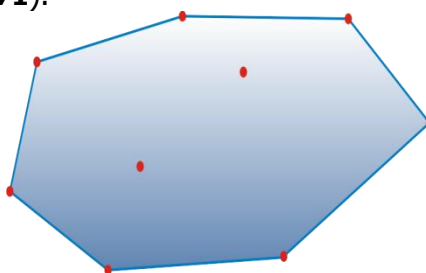

Рисунок 71. Плоскость
- **Плоскость.** Для измерения необходимо от **трех** различных точек расположенных не на одной прямой. Восстановленный элемент – плоскость, ограниченная выпуклым полигоном, построенным по измеренным точкам (см. **Рисунок 71**).